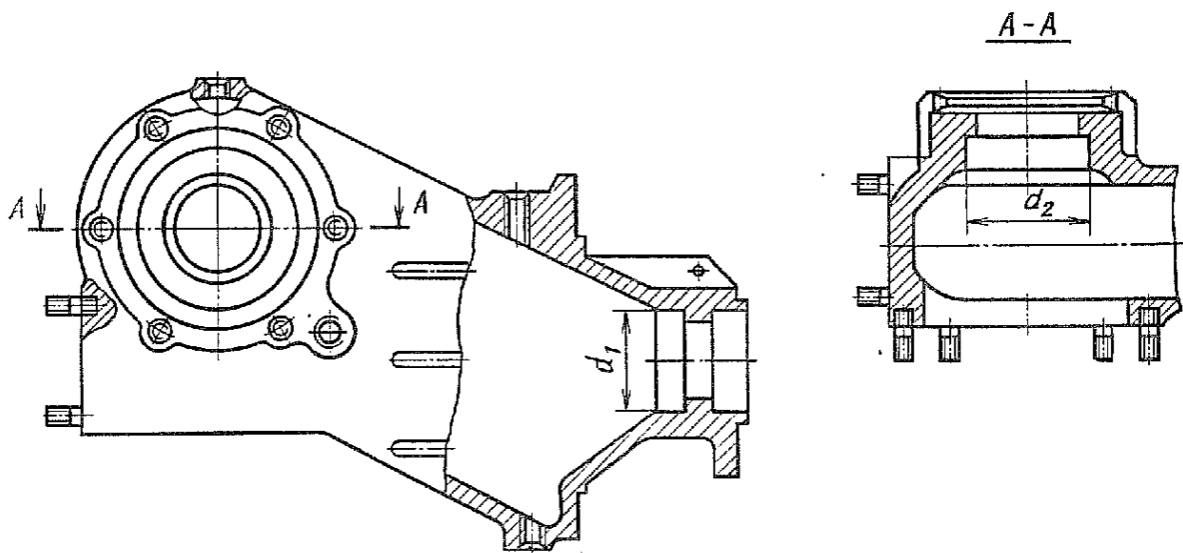

Рис. 210. Картер редуктора лебедки в сборе
2.1. Картер редуктора лебедки в сборе (рис. 210)